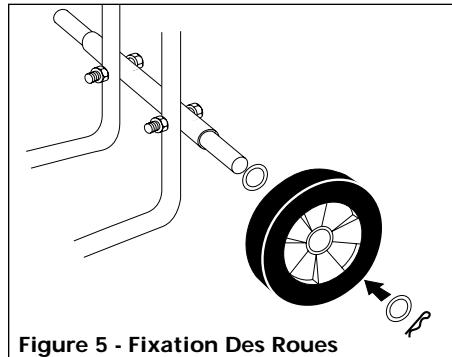

Figure 5 - Fixation Des Roues
- Répéter pour l'autre côté (Voir Figure 5).